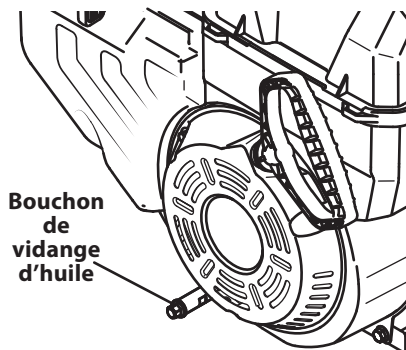

Figure 6-3
6. Retirez le bouchon. Voir Figure 6-3.
NOTE : L'emplacement du bouchon varie selon le modèle du moteur. Il pourrait se trouver sur le devant ou à l'arrière du bloc-moteur ou être un tube. Un exemple est illustré à la Figure 6-3.
12. Remplissez le moteur avec de l'huile recommandée. Voir Figure 6-3.